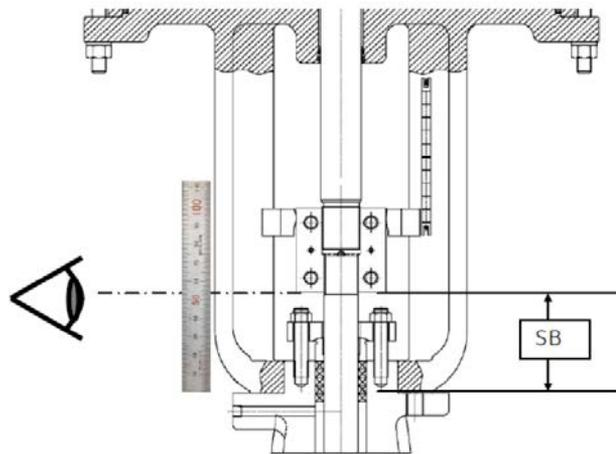

Figure 1 - Visualiser l'emplacement de la bride fendue
5. Positionnez la bride fendue en respectant la distance SB (séparant la bride fendue du capot de protection) indiquée dans le Tableau 3 (page 10). Si la bride fendue ne s'engage pas correctement sur les deux tiges, faites sortir légèrement la tige de l'actionneur jusqu'à obtenir l'alignement et l'engagement requis (Figure 1).